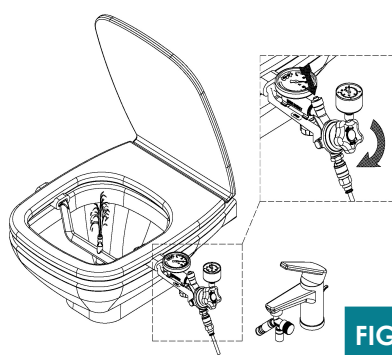
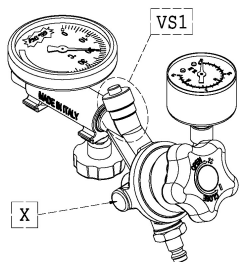

FIG 23
FIG 27
A questo punto dovrete ruotare la manopola del Regolatore di Pressione *(in senso orario, verso il segno '+')* e premere una (o più volte) il pulsante della Valvola di Sicurezza posta sul Regolatore **(vedere dettaglio FIG 23)**, fino ad ottenere la fuoriuscita dell'acqua dalla Staffa di Supporto *(esattamente nel punto in cui andrà poi inserita la Specula per il lavaggio)*.
- **Come regolare la pressione:** ruotare la manopola del Regolatore di Pressione in senso orario (verso il segno '+', **come illustrato nel dettaglio di FIG 23**), fino ad ottenere il flusso desiderato.
NOTA: Se, durante il lavaggio, la pressione dovesse risultare troppo elevata, l'apparecchiatura si bloccherà automaticamente con l'intervento della Valvola di Sicurezza **(FIG 27 Rif. "VS1" Pag. 23)**.
- La prima Valvola di Sicurezza (**FIG 27 Rif. "VS1"**) è parte integrante del Gruppo Regolatore e serve per bloccare il flusso d'acqua. In caso di intervento (*arresto del flusso di acqua alla Specula Monouso Silicone*) dovrete innanzitutto ridurre la pressione dell'acqua (*agendo sulla manopola del Regolatore di pressione, come indicato nelle fasi precedenti*), successivamente premere una (o più volte) il pulsante di riarmo (*vedere dettaglio FIG 23 Pag. 20*) per ripristinare il flusso dell'acqua.
Ridurre la pressione dell'acqua (*agendo sulla manopola del Regolatore di pressione*), successivamente premere una (o più volte) il pulsante di riarmo (*vedere dettaglio in FIG 23 Pag. 20*) per ripristinare il flusso dell'acqua.
Mediante l'utilizzo di un utensile (*ad esempio il manico di un cacciavite*) battere una (o più volte) sul punto "X" indicato in **FIG 27 Pag. 23**, contestualmente premere il pulsante di riarmo della Valvola di Sicurezza.